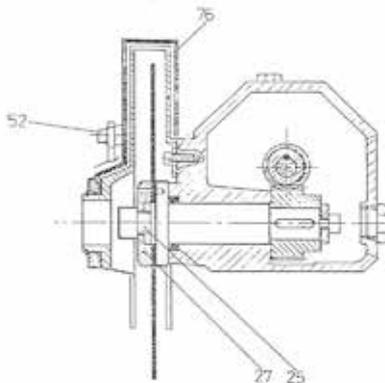

Fig. 12 Montage de la lame
1. Pour le montage de la lame, dévissez la vis (52) en maintenant le bloc moteur en haut et en poussant la protection mobile (76) vers l'arrière.
Dévissez la vis (25) dans le sens horaire, enlevez la bride (27) et placez la lame. Veillez au sens correct de la denture ! Le sens de rotation est indiqué par une flèche sur le carter de protection (Fig. 12).
2. Montez la bride (27) et revissez la vis (25) (Fig. 12).